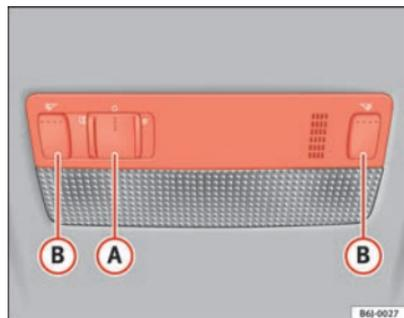

Fig. 58 Lampe de lecture avant
Appuyez sur la touche correspondante (B) ⇒ fig. 58 pour allumer la lampe de lecture.